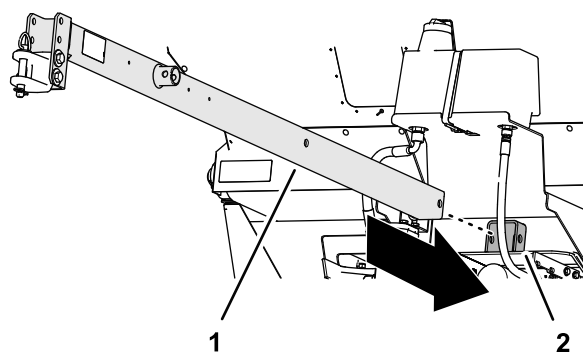

Figure 3
1. Insérez le timon dans le tube récepteur avant, le cadre de la machine et le tube récepteur arrière (Figure 3).